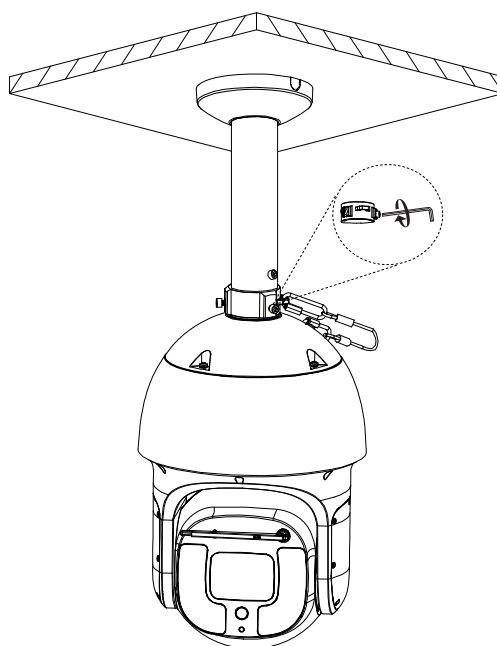

Рисунок 4.7 – Монтаж
12. Закрепите видеокамеру и с помощью ключа «Шестигранник» затяните фиксирующие винты M6 монтажного адаптера для полной фиксации видеокамеры (Рисунок 4.7).